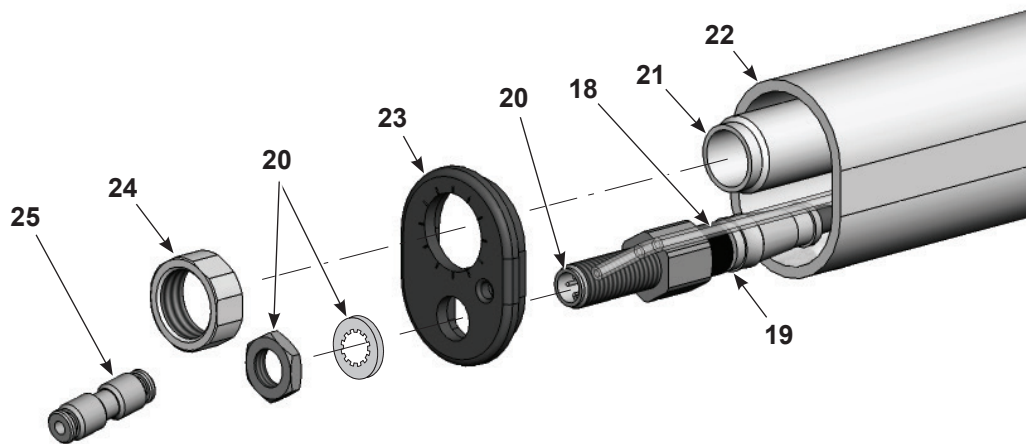

Figura 7-2 Desmontaje de una pistola de aplicación de montaje en tubo 1 de 5
2. Ver la Figura 7-2. Desconectar la unión (25) del tubo de aire transparente de 4 mm (18).
3. Desconectar el cable de la pistola de aplicación (no se muestra) del receptáculo para cable (20).
4. Desenroscar la tuerca (24) del tubo de apriete (21).
5. Extraer la tuerca y la arandela de bloqueo del receptáculo para cable (20). Guardar la tuerca y la arandela de bloqueo para que puedan reutilizarse.
6. Extraer la tapa final (23) del extremo de la pistola de aplicación.